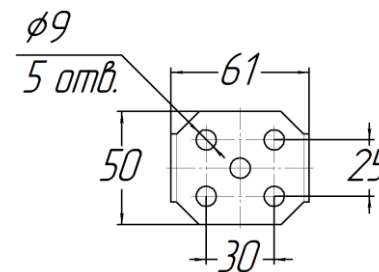
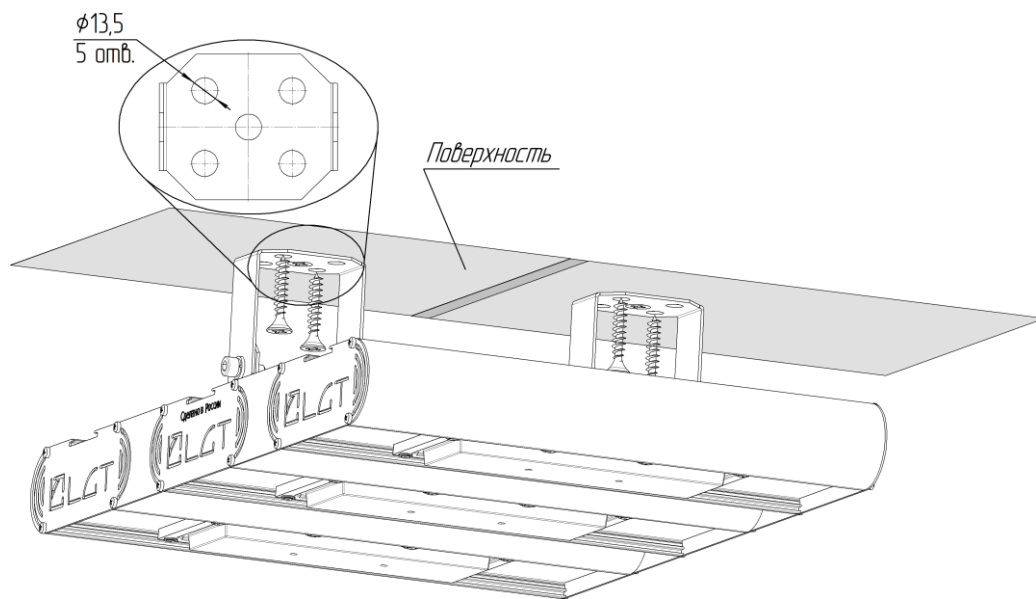

Рис. 3
Рис. 4
- 2) Светильник можно устанавливать, как на горизонтальную (Рис. 4), так и на вертикальную поверхность.
- 4) Наметить и просверлить отверстия под монтаж светильника на поверхности установки (Рис. 3). Минимальное рекомендуемое количество монтажных отверстий для крепления каждой поворотной скобы – два. Диаметр отверстий в поворотной скобе 9 мм (5 отв.). При помощи винтов прикрепить светильник к поверхности через отверстия в поворотных скобах (Рис. 4). Минимальная рекомендуемая длина метизов 50-70 мм.